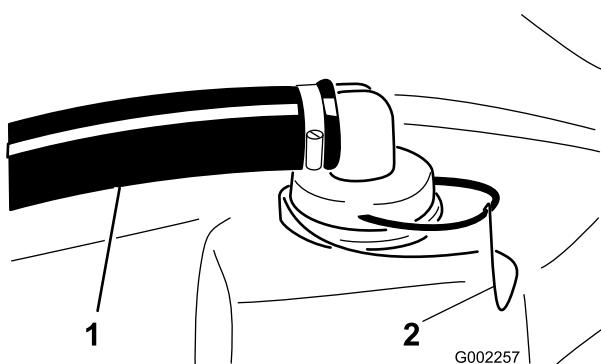

図 63
2. タンク上部の太いホースについている赤いフィッティングからリテーナを外す(図 63)。
3. タンクからホースを外す(図 63)。